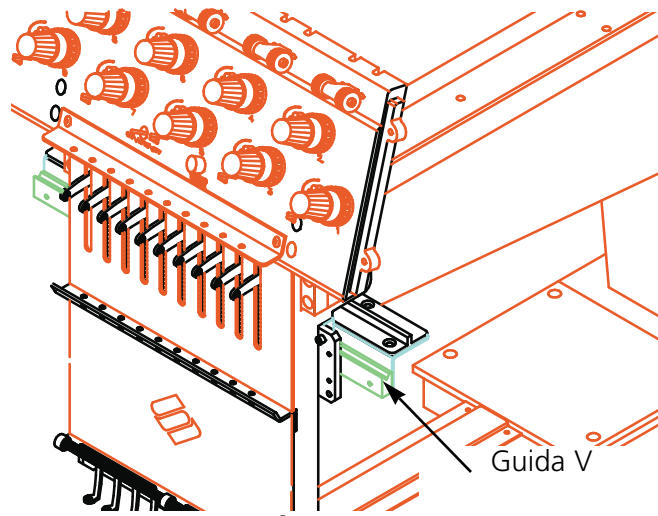

Figura 4-7
2. Mettete una goccia d'olio per la macchina da cucire nella scanalatura mostrata nella Figura 4-7.